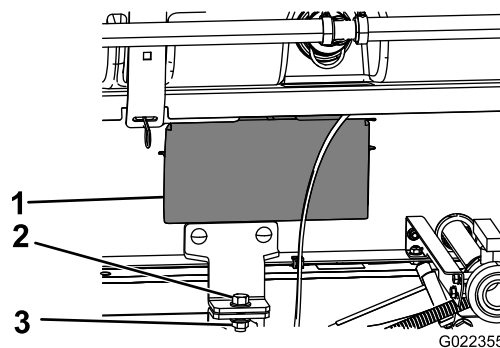

Figura 34
5. Îndepărtați panourile de acces de pe ambele părți ale saniei cadrului (Figura 34).
8. Fixați suportul de fixare al ansamblului saniei rezervorului la suportul platformei de pe cadru de pe fiecare parte a mașinii cu un șurub ($\frac{1}{2} \times \frac{1}{2}$ ") și o contrapiuliță ($\frac{1}{2}$ ") așa cum este indicat în Figura 34.